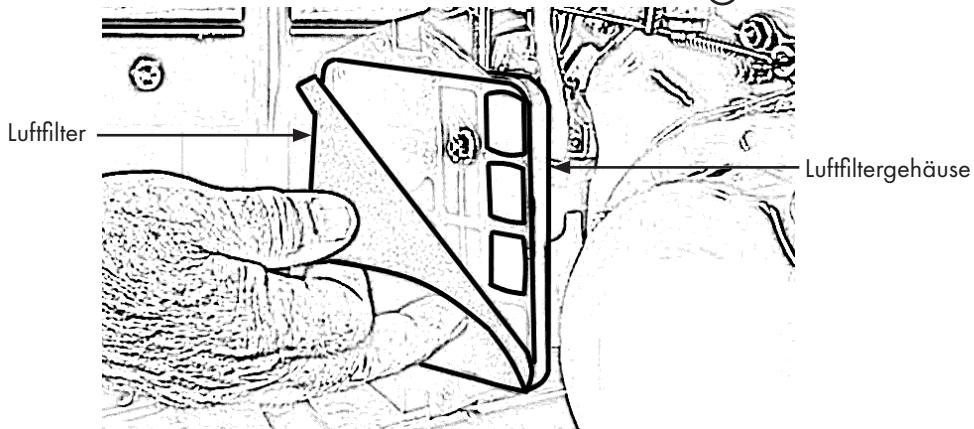

Abbildung 13
- Entnehmen Sie den Luftfilter aus dem Luftfiltergehäuse, Abb. 13.